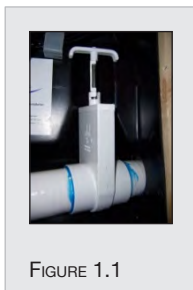
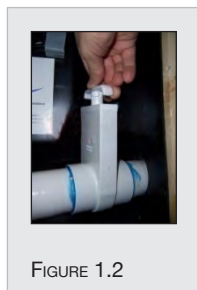
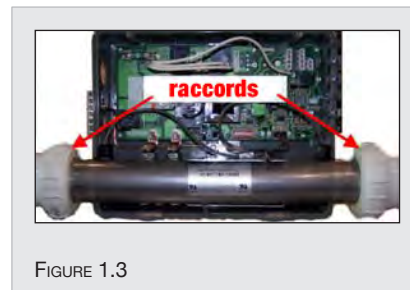

FIGURE 1.1
FIGURE 1.2
FIGURE 1.3
3. Retirez les panneaux d'accès situés aux extrémités du spa pour rejoindre la pompe et le groupe équipement. Vérifiez si les raccords à la pompe et au tube du chauffe-eau sont serrés (fig. 1.3). La vibration en cours de transport peut les desserrer. Ne pas trop serrer avec une pince pour ne pas les fissurer ou les endommager. Vérifiez périodiquement les raccords car les vibrations de la pompe peuvent les desserrer et il peut s'ensuivre une fuite. Assurez-vous que le robinet de sectionnement du boyau de vidangage est en position fermée et que le bouchon est bien serré. Vérifiez que les guillottes sont en position ouverte (en position élevée (fig. 1.1), la guillotine est ouverte; en position abaissée (fig. 1.2), la guillotine est fermée).